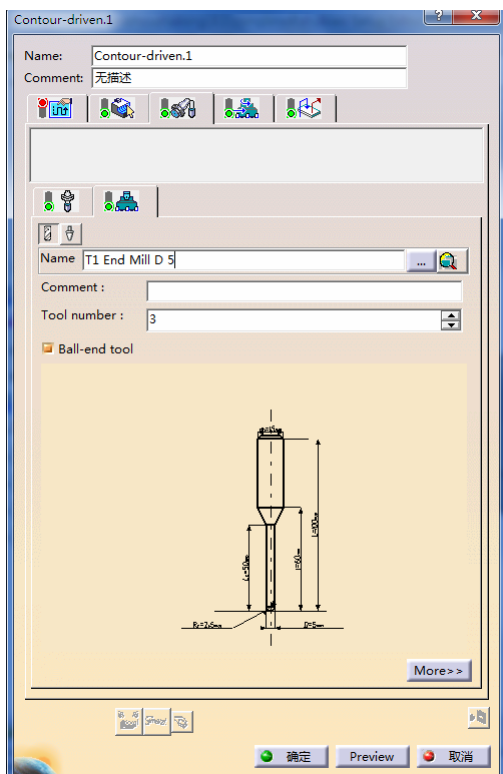

图 3-51 刀具参数选项卡（3）
- 单击“Contour-driven.1”对话框中的, 切换到刀具参数选项卡 (3), 在“Name”文本框中输入“T1 End Mill D5”, 选中“Ball-end tool”复选框, 如图 3-51 所示。